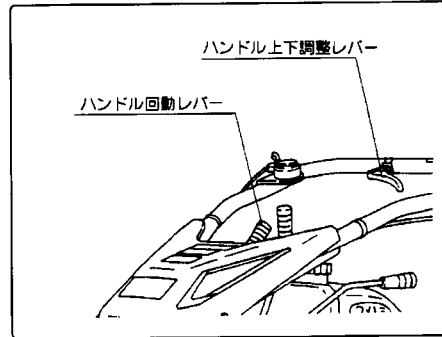

図25
- ① ハンドル左右の調整は、ハンドル回動レバーを下方方向に押し、(ハンドルを少し持ち上げると楽に動きます) 左右方向に移動してください。(図25)
- ② ハンドル上下調節レバーを握りますとハンドルの高さを作業及び身長に合った位置でご利用ください。